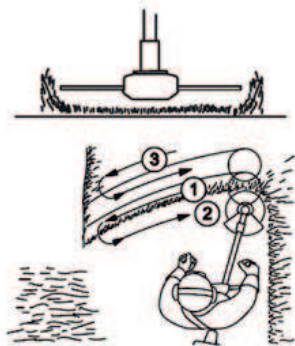

Рисунок 21. Схема скошування трави на ділянках вільних від перешкод.
3. Під час скошування плавно рухати електрокосою з боку в бік (див. рис. 21), намагаючись водночас утримувати різальну частину виробу на однаковій висоті над землею. Не намагатися скошувати високу траву за один раз. Це може призвести до того, що головка заплутається в траві, і, як наслідок, — до перенавантаження двигуна. Скошування високої трави рекомендовано починати поступово, починаючи з верхівок.